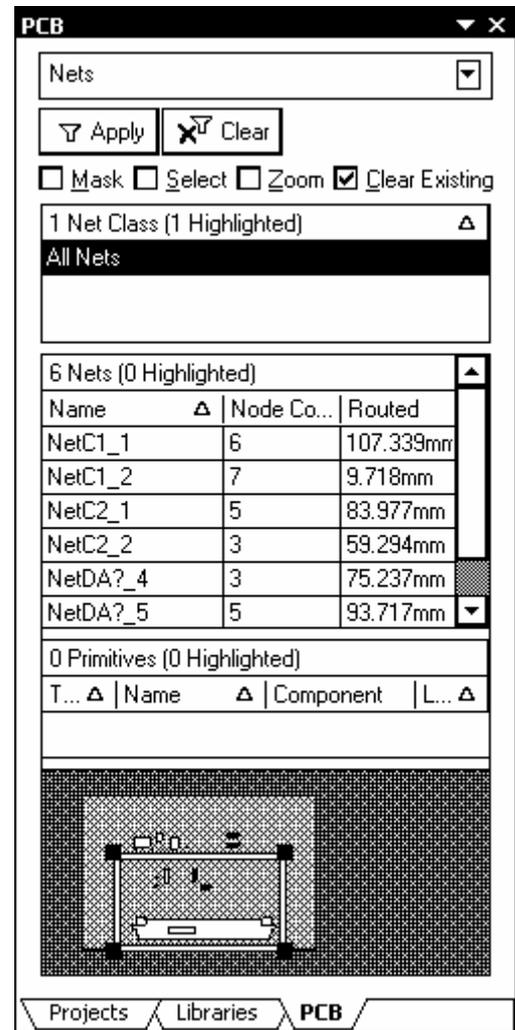

Рис.7.1
- Щелчком левой клавиши мыши на кнопке PCB в правом нижнем углу главного окна программы вызвать выпадающее меню и активизировать плавающую панель PCB (рис. 7.1).